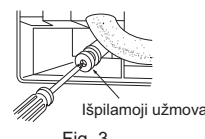

Fig. 3
- Įstatykite išpilamąją užmovą į tą vidinio įrenginio galinę dalį, prie kurios ruošiatės prijungti išpilamąją žarnelę. (Fig. 3)